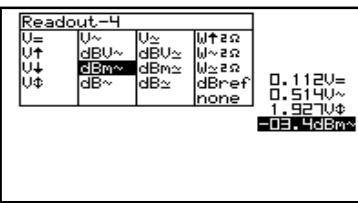

Fig 24
8. Press the cursorkeys to highlight the desired readout function for meter 4 readout. (Fig. 24)
8. Druk op de pijltoetsen voor het kiezen van de uitlezingfunctie van meter 4. (**fig 24**)
8. A l'aide des touches curseur choisissez la fonction désirée pour l'appareil numéro 4. (**fig 24**)